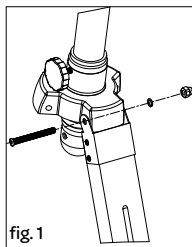

fig. 1
1. Iedere houten poot van het statief heeft een schroef en een vleugelmoer. Gebruik een schroevendraaier om de houten poten vast te maken aan het statief. Plaats een lange schroef door de metalen connectors en draai deze vast met een vleugelmoer. Doe dit met alle drie de houten poten - fig. 1.